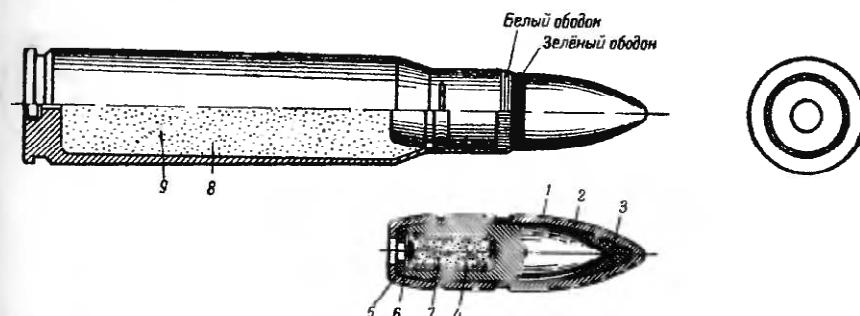

Рис. 39. 12,7-мм японский патрон с бронебойно-траверсирующей пулей:
3. 12,7-мм японский патрон с бронебойно-траверсирующей пулей (рис. 39)